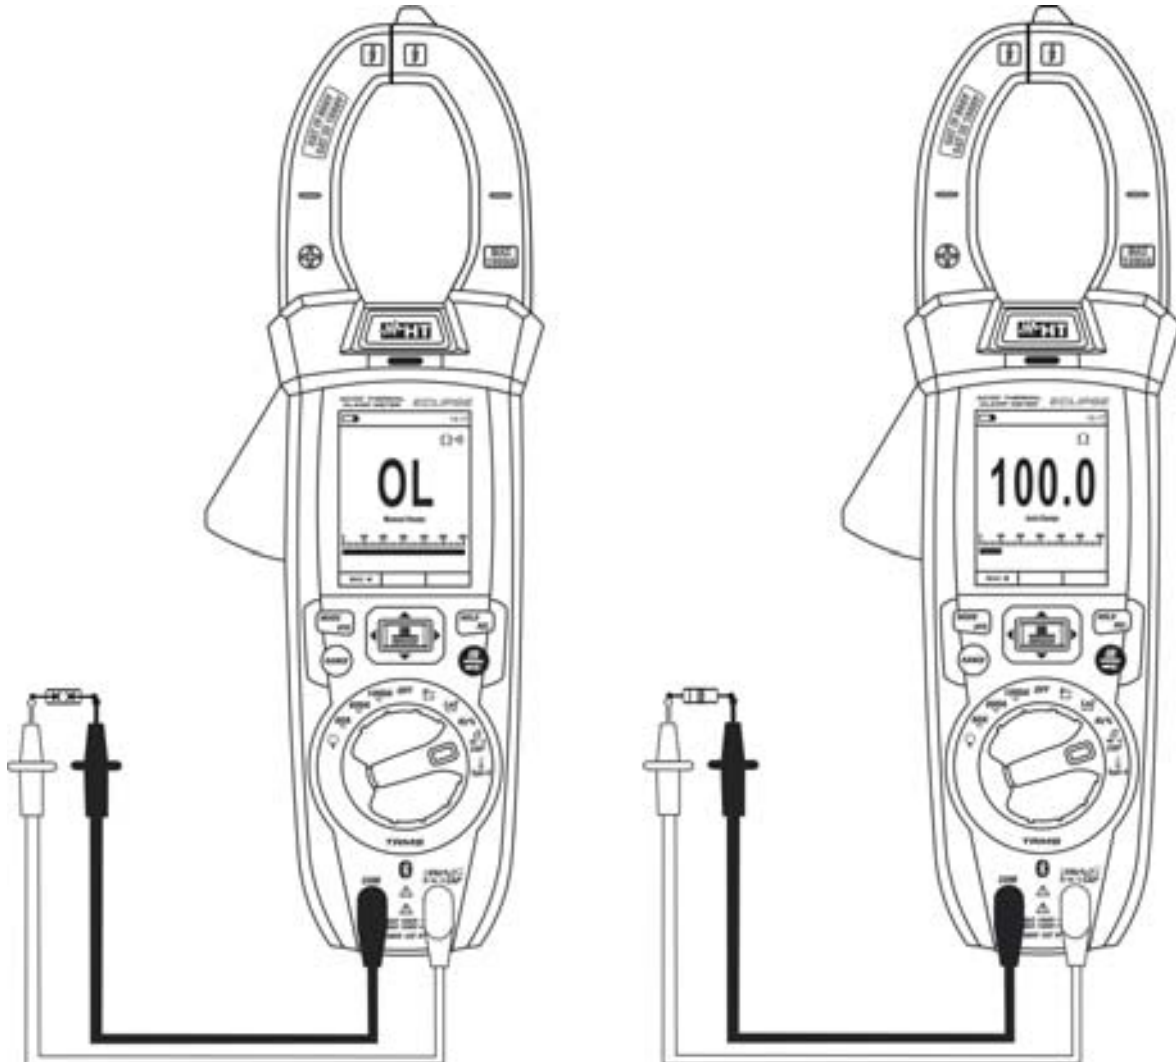

Fig. 27: Uso dello strumento per misura di Resistenza e Test Continuità
3. Posizionare i puntali nei punti desiderati del circuito in esame (vedere Fig. 27). Il valore della resistenza è visualizzato a display
5. Premere il tasto **MODE/VFD** per selezionare la misura "••••" relativa al test continuità e posizionare i puntali nei punti desiderati del circuito in esame (vedere Fig. 27 – parte sinistra)